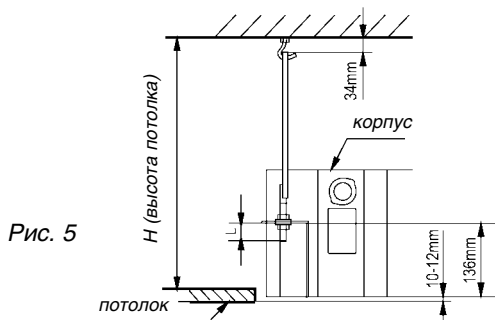

Рис. 5
Длина скоб рассчитывается по рис. 5: $\text{Длина} = H - 181 + L$ (обычно $L = 100$ мм, половина общей длины монтажной скобы).
- Зазоры между корпусом кондиционера и краями отверстия должны быть одинаковы со всех четырех сторон. Нижняя часть корпуса кондиционера должна быть заглублена в подвесной потолок на 10–12 мм (см. рис. 5).